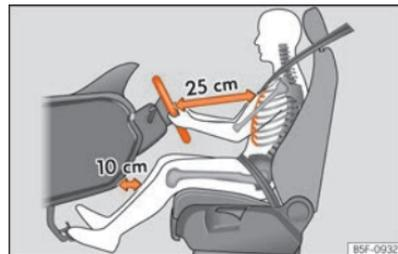

Fig. 18 La separación correcta entre el conductor y el volante debe ser de 25 cm como mínimo (10 pulgadas).
- Ajuste el volante de modo que quede a una distancia de, por lo menos, 25 cm (10 pulgadas) del esternón »» fig. 18 y lo pueda sujetar con ambas manos por los lados, por la parte exterior, con los brazos ligeramente flexionados.